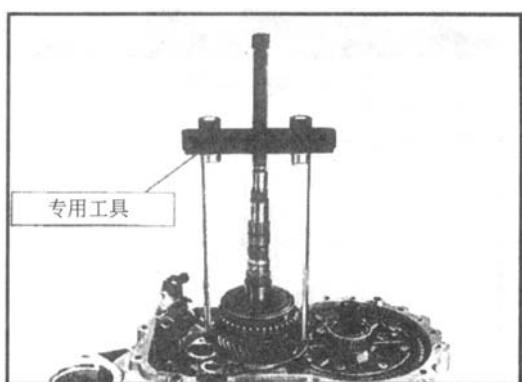

图 4-30 拆卸变速器 (二十一)
(21) 用专用工具拔出输出轴一、二档同步器总成及一档同步环、一档从动齿轮、滚针轴承，取出挡片，如图 4-30 所示。